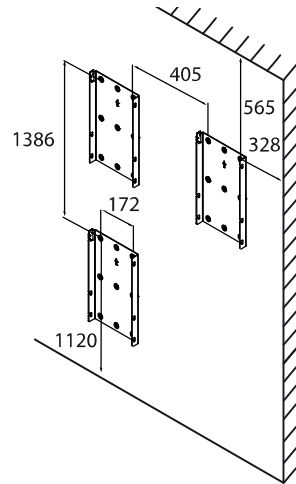
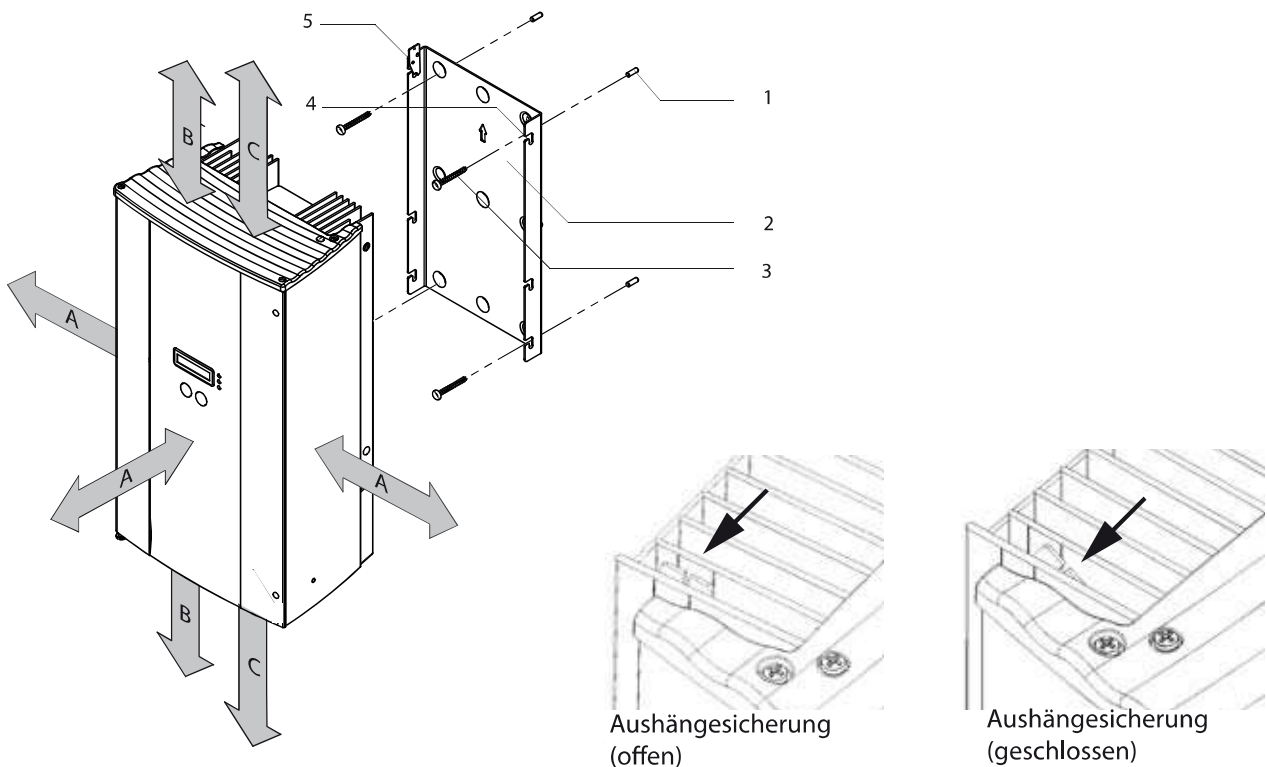

Bild 10: Bohrschablone für die Wandmontage mit Mindestabständen (in mm)
Bild 11: Mindestabstände des Wechselrichters
- Mindestabstände bei der Montage: siehe Bild 10 und Bild 11 auf Seite 17.
HINWEIS: Die Mindestabstände zwischen zwei Wechselrichtern bzw. dem Wechselrichter und der Decke/dem Boden sind in der Zeichnung (siehe Bild 10) bereits berücksichtigt.
9. Den Wechselrichter mit der Aushängesicherung fixieren. (Siehe Bild 11 auf Seite 17)